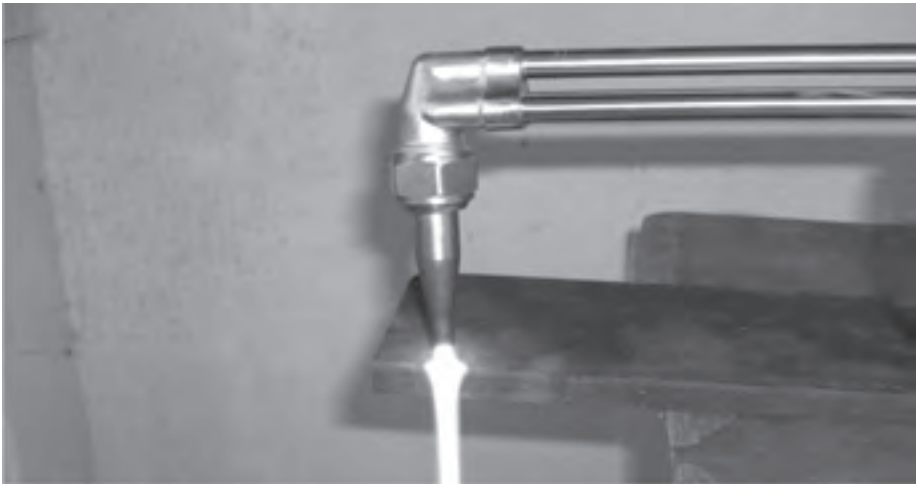

Figure 18: Démarrage de la coupe
19. Dirigez la flamme de préchauffe à l'endroit où la coupe doit commencer (voir la figure 18). Avant que la coupe ne puisse commencer, préchauffez le point de départ du métal jusqu'à obtention de la température de combustion rouge vif. Lorsque le point rouge apparaît, appuyez doucement et complètement sur le levier d'oxygène de coupe.